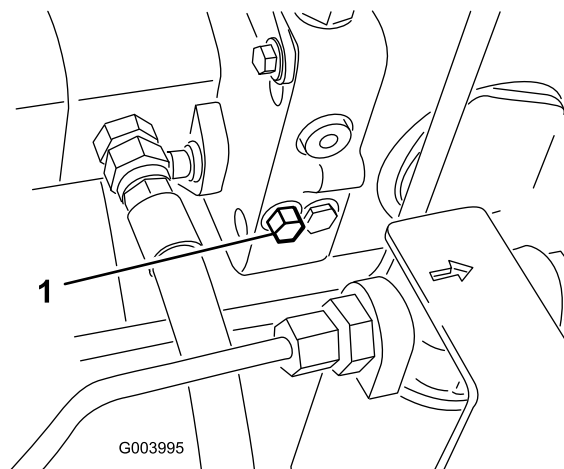

図 37
1. バイパスバルブはハイドロスタットの左側にある 図 37。バイパスバルブを右または左1.5回転させると内部でバイパスが形成される。これにより、トランスミッションを破損することなく、機械を押して低速で移動できるようになる。